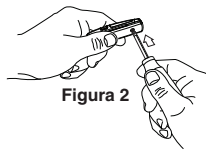

Figura 2
2. Empuje el tornillo con el destornillador. (Figura 2)